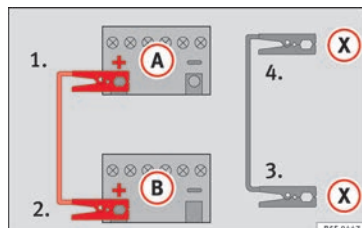

Fig. 87 Schema elettrico per i veicoli dotati di sistema Start-Stop.
- *Nei veicoli con sistema Start/Stop:* collegare un'estremità del cavo *nero* di emergenza (X) a un terminale di massa idoneo, a un elemento metallico massiccio avvitato al monoblocco del motore o al monoblocco stesso » fig. 87.
5. Collegare l'altra estremità del cavo *nero* (X), al monoblocco del motore del veicolo con la batteria scarica oppure ad un elemento metallico massiccio annesso al monoblocco e comunque non nelle immediate vicinanze della batteria (A).